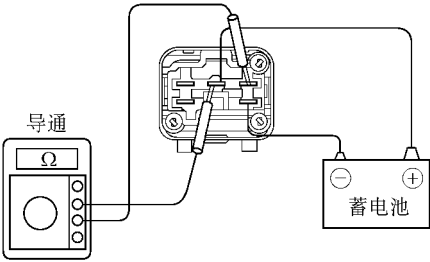

图 2-129 检查端子 B 和 FP 之间是否导通
2) 在端子 B 和 FC 之间加上蓄电池的电压，检查端子 B 和 FP 之间是否导通，如图 2-129 所示。